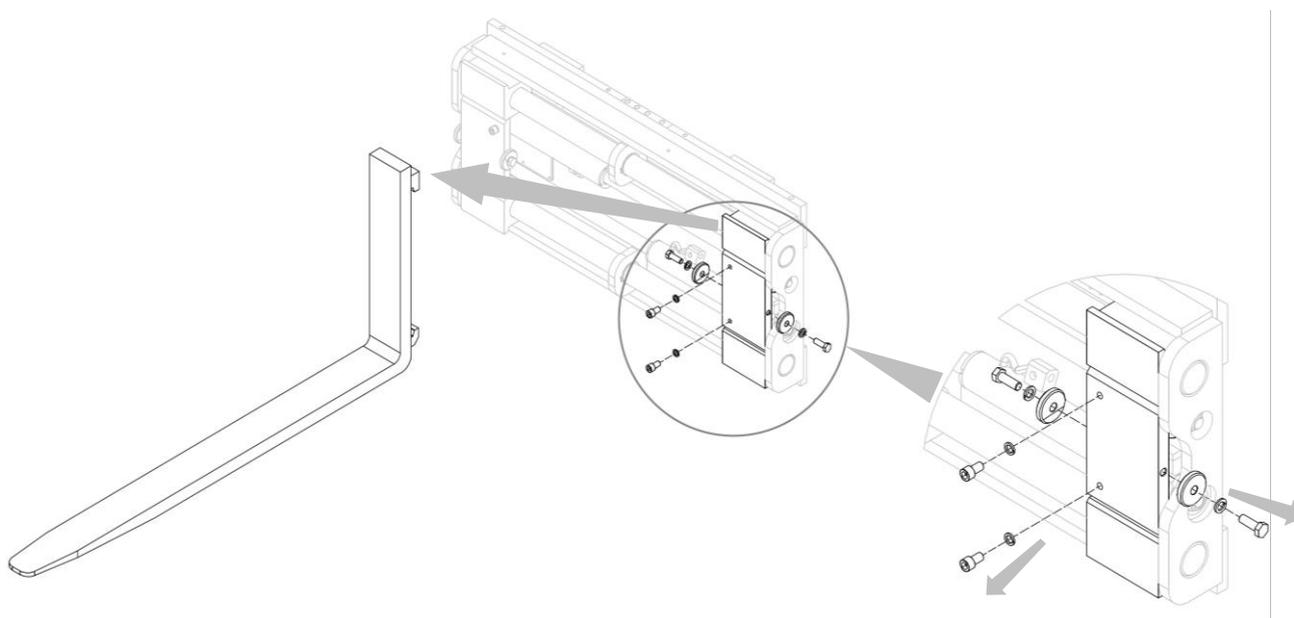

Abbildung 18
2. Entfernen Sie nacheinander die Gabelzinken, nachdem Sie die Gabelarretierungen abgeschraubt haben (siehe *Abbildung 18*).